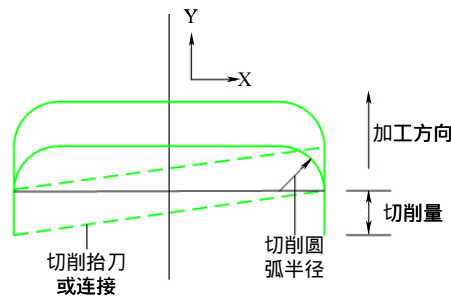

图 7-60 切削圆弧半径
- 【切削圆弧半径】：输入切削圆弧的半径，如图 7-60 所示。